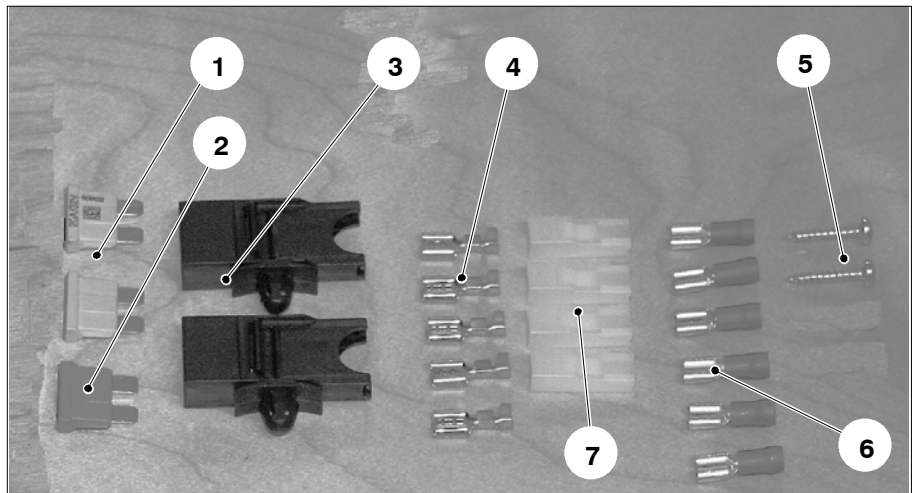
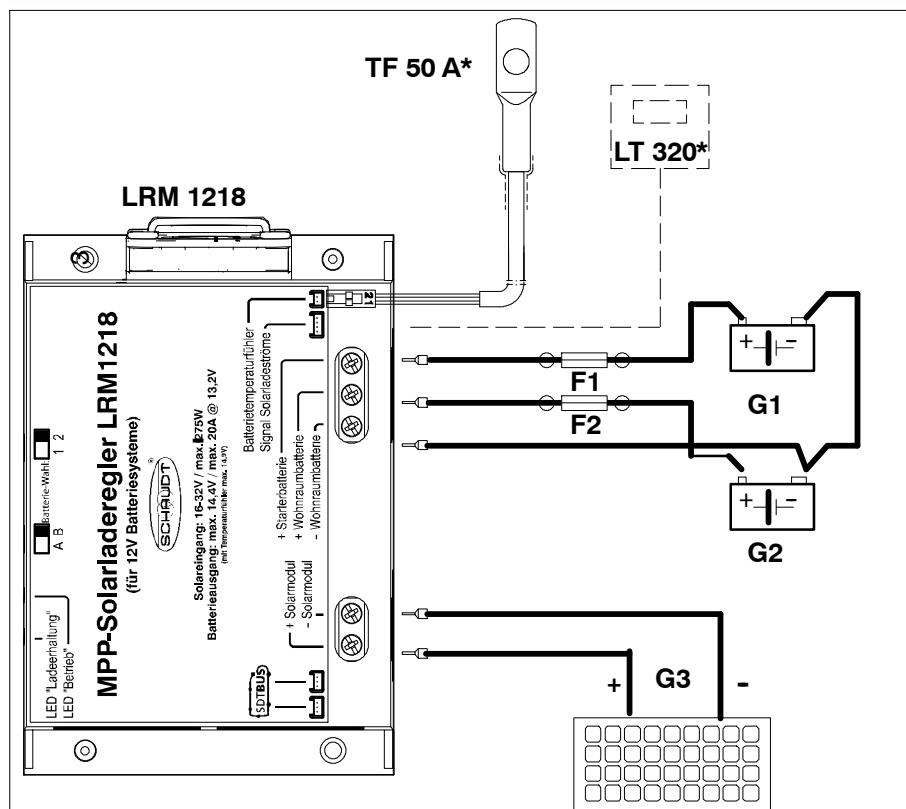

Bild 1 Lieferumfang Kleinteile Zubehör Solar-Laderegler LRM 1218
Bild 4 Schaltbild Anschluss LRM 1218 an Starterbatterie und Wohnraumbatterie
- Befestigung** ▶ Solar-Laderegler mit zwei Schrauben (Abb. 1, Pos. 5) an den dafür vorgesehenen Bohrungen auf einer stabilen und ebenen Unterlage festschrauben.
- ▶ 1. Zwei Sicherungshalter mit Sicherung gemäß Schaltbild Abb. 4 am Anschlusskabel anschließen. Hierzu die Flachsteckhülsen 6,3 x 0,8 ohne Hals (Abb. 1, Pos. 5) verwenden. Nach dem Crimpen die Isolierhülsen (Abb. 1, Pos. 7) aufstecken. Die beiden Sicherungen einsetzen.